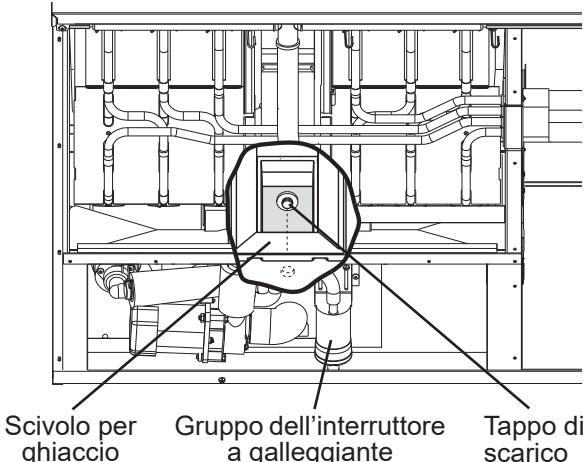

Fig. 10
- 7) Rimuovere il pannello isolante. Rimuovere il tappo di scarico situato nella parte frontale inferiore dello scivolo del ghiaccio. Vedere Fig. 10. Lasciar scolare il serbatoio dell'acqua.
- 5) Rimuovere il tappo di scarico situato nella parte frontale inferiore dello scivolo del ghiaccio. Vedere Fig. 10. Lasciar scolare il serbatoio dell'acqua.
- 2) Rimuovere il pannello isolante. Rimuovere il tappo di scarico situato nella parte frontale inferiore dello scivolo del ghiaccio. Vedere Fig. 10. Lasciar scolare il serbatoio dell'acqua.